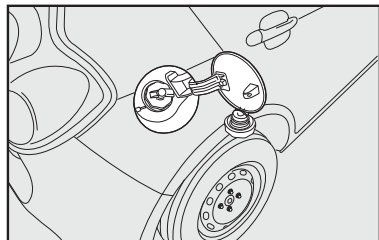

fig. 110
- após a retirada da tampa, encaixe-a no suporte existente na portinhola **fig. 110**.